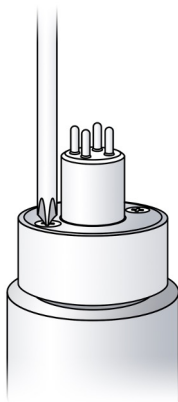

Fig. 2
- Collegare il raccordo per l'acqua pura (Fig. 2)